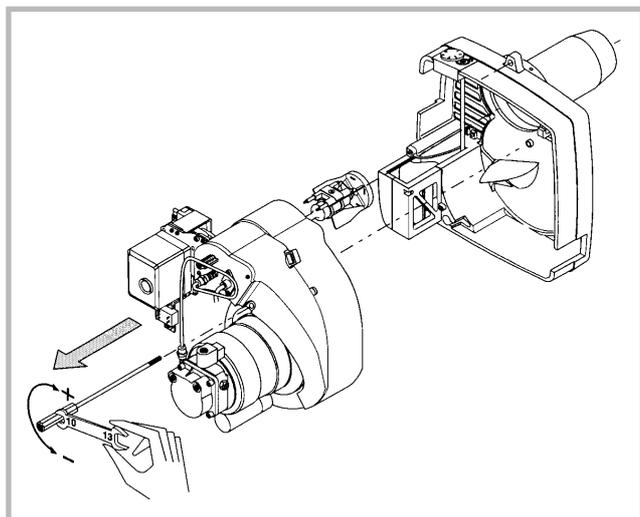

Figure 18 - Dépose du brûleur
- Déposer la volute et la suspendre (fig. 18 et 20).